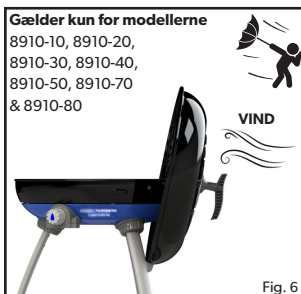

Fig. 6
**BEMÆRK!** Hvis du bruger apparatet på steder hvor det blæser meget, skal låget anvendes som afskærmning og anbringes i positionen der er vist på fig. 6.